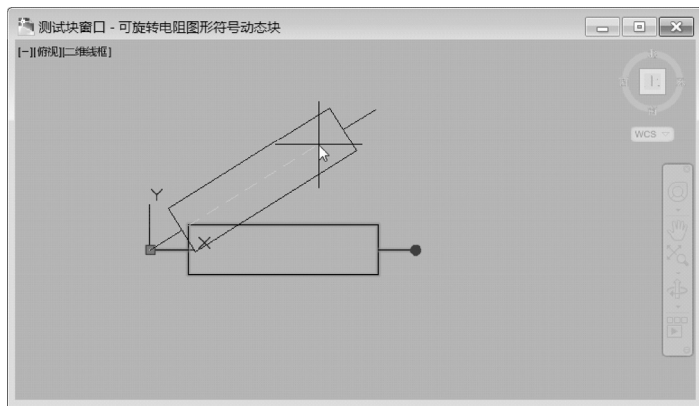

图 8-36 “测试块窗口-可旋转电阻图形符号动态块”窗口
5) 此时，可以单击“测试块”按钮，打开“测试块窗口-可旋转电阻图形符号动态块”窗口，在其中单击选择动态块，此时发现该动态块中显示有一个圆形的夹点和一个正方形的夹点。选择圆形的夹点移动鼠标可旋转该块（注意关闭正交模式），如图 8-36 所示，亦可在命令窗口中输入精确的旋转角度。单击“关闭测试块”按钮，返回到块编辑器中。